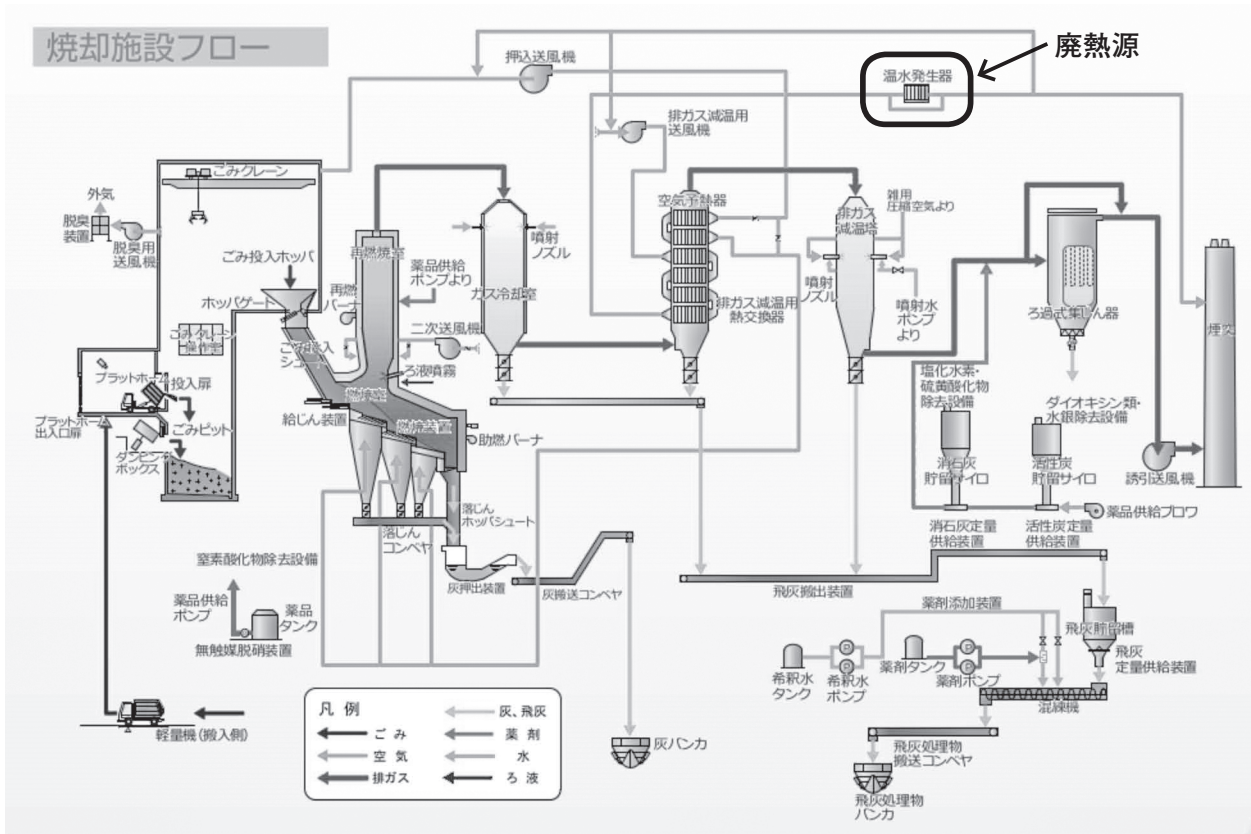

図2 邑智クリーンセンターフロー
(1) トランスヒートコンテナの特徴
- ・焼却廃熱源は、本施設では図2における温水発生器からの温水を使用して焼却廃熱を蓄熱します。